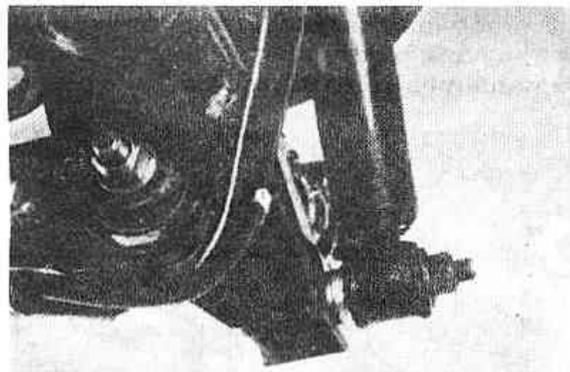

Рис.8.6. Отсоединение амортизатора от картера заднего моста (Разд.3)
9. Приподнимите задний мост гаражным домкратом и выверните болты с пружинными и обычными шайбами, крепящие амортизаторы к заднему мосту. Сожмите амортизаторы (Рис.8.6).
10. Выверните болты с пружинными и плоскими шайбами, крепящие верхние и нижние рычаги подвески к картеру заднего моста (Рис.8.6).